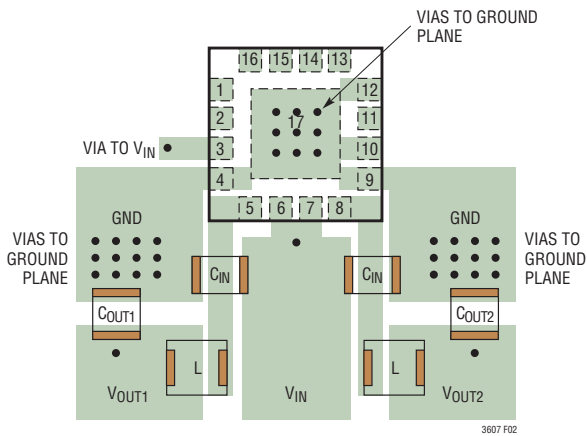

図2. QFNパッケージのパワー部品レイアウトの例
プリント回路基板をレイアウトするとき、以下のチェックリストを使用してLTC3607が正しく動作するようにします。これらの項目は図2のレイアウト図にも示してあります。レイアウトでは以下の項目をチェックしてください。
- すべての層のすべての未使用領域を銅で覆います。銅で覆うことにより、電力部品の温度上昇を抑えることができます。これらの銅領域はV_{IN}またはGNDに接続してください。基板レイアウトの例については、図2および図3を参照してください。